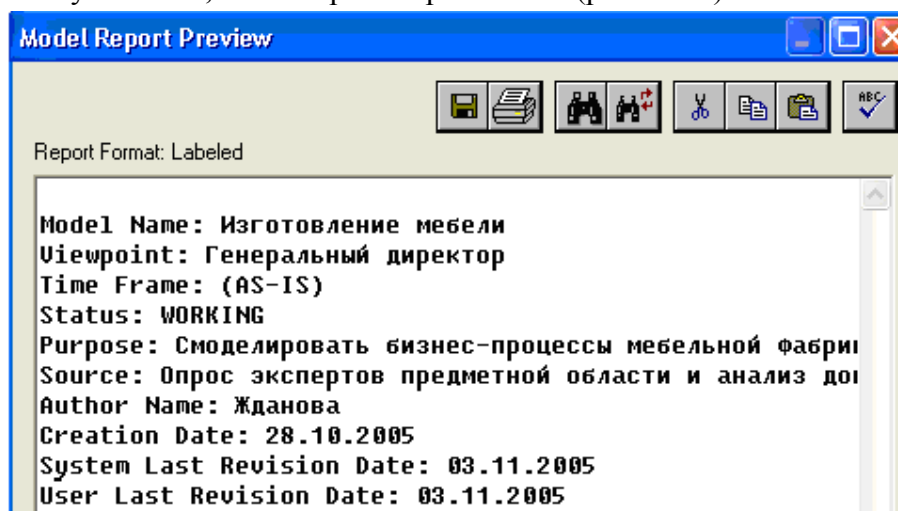

Рис. 3.10. Отчет о модели
- Нажмите на кнопку **Preview**, чтобы просмотреть отчет (рис. 3.10.).